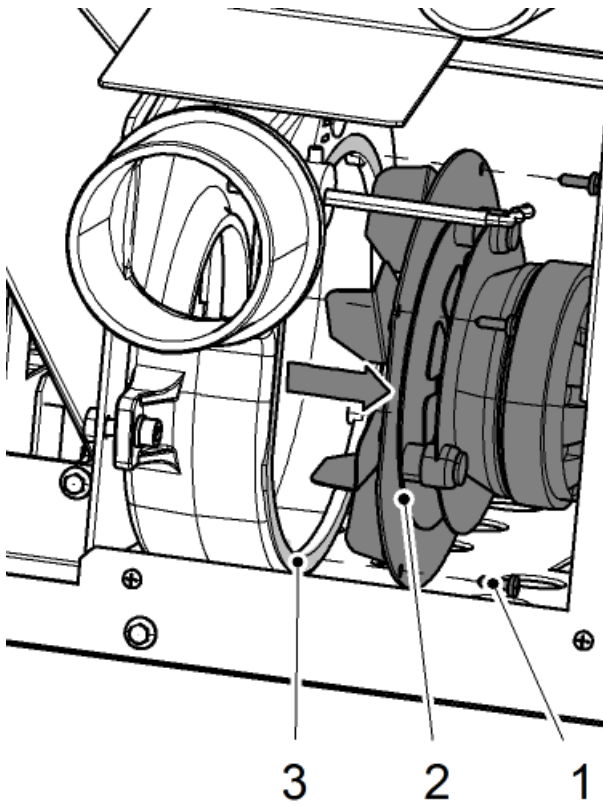

Abbildung 3: Saugzuggebläse
- Dieses Gehäuse wird zum Reinigen durch Öffnen der in Abbildung 3 gezeigten 4 Muttern zugänglich (siehe Pfeile).